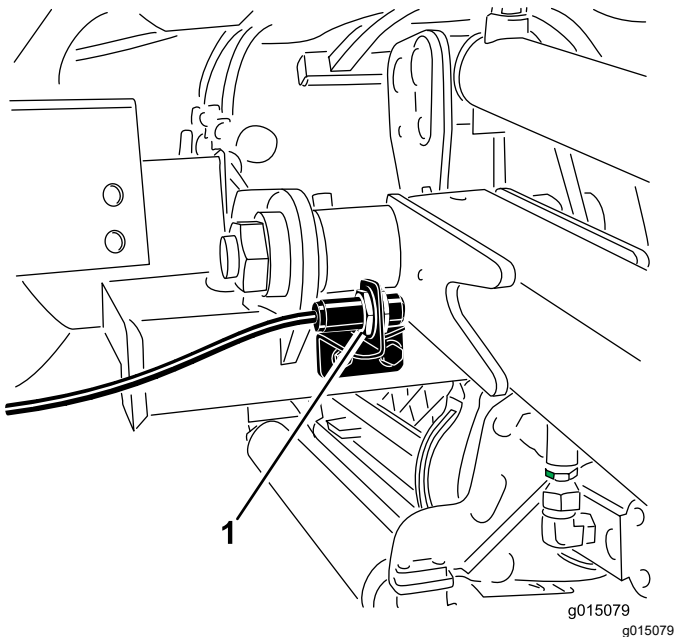

**Figura 40**
2. Coloque un tubo u otro objeto similar sobre el extremo largo del muelle para aliviar la tensión durante el ajuste (Figura 40).
3. Para aliviar la tensión del muelle, retire el perno y la contratuerca que sujetan el actuador del muelle al soporte (Figura 40).